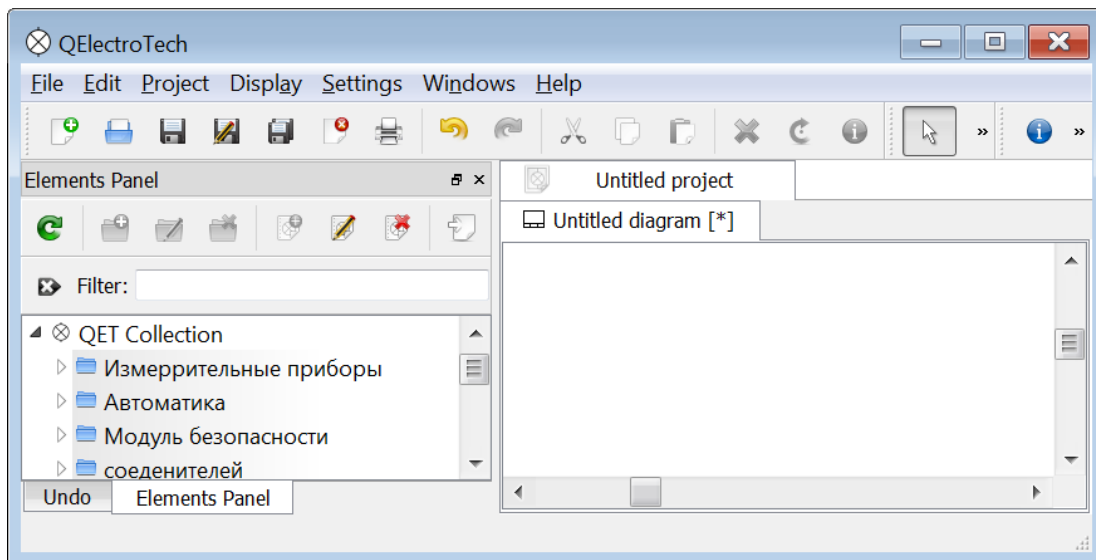
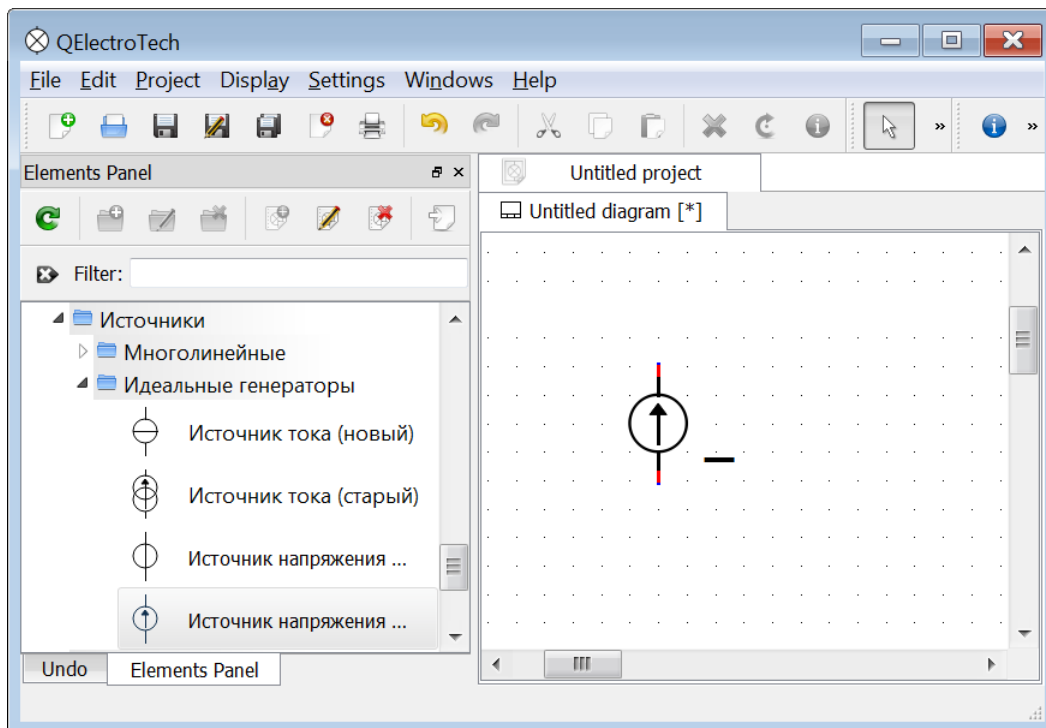
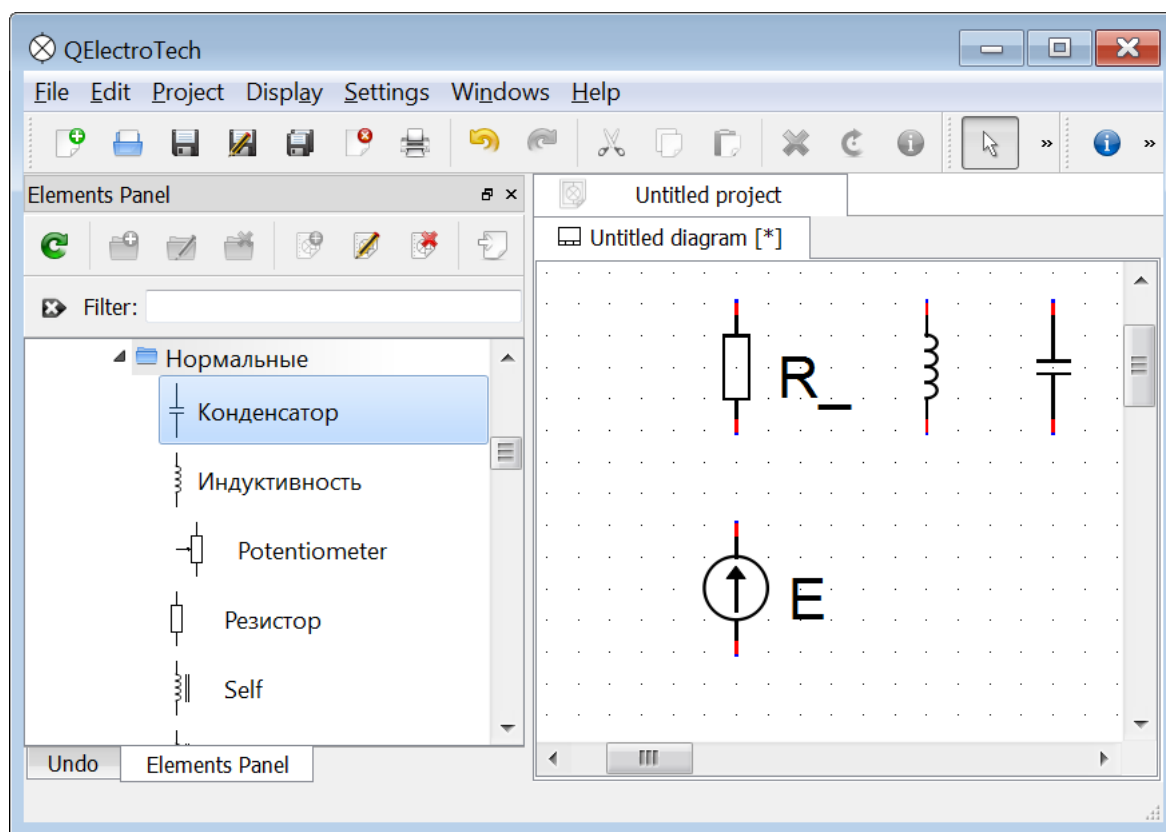

Рис. 2
Рис. 3
Рис. 4
2. Раскрываем вкладку QET Collection, см. рис. 2, в которой разворачиваем вкладку QET Collection/Источники/Идеальные генераторы, см. рис. 3.
3. Мышью перетаскиваем на рабочее поле элемент «Источник напряжения» (рис. 3). Рядом с изображением элемента наблюдаем горизонтальную черту – маркер текстового поля для записи позиционного обозначения элемента. Двойным кликом над маркером открываем текстовое поле для редактирования и вписываем обозначение элемента (рис. 4). После этого маркер удаляем.
4. Разворачиваем вкладку QET Collection/Полупроводники/RLC/ Нормальные и перетаскиваем с нее R, L и C элементы, см. рис. 4.